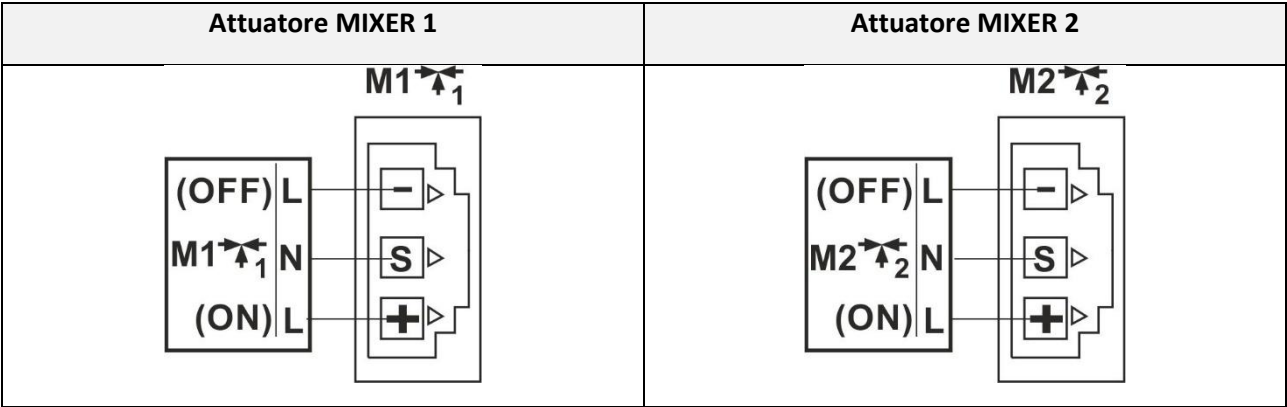

Figura 22. Schema elettrico del collegamento degli attuatori MIXER
- Collegare l'attuatore del MIX al regolatore tramite il connettore situato sul lato sinistro del quadro (vedi figura 22), secondo la documentazione tecnica del produttore dell'attuatore. Fare attenzione a identificare correttamente i conduttori per l'apertura e la chiusura della valvola.